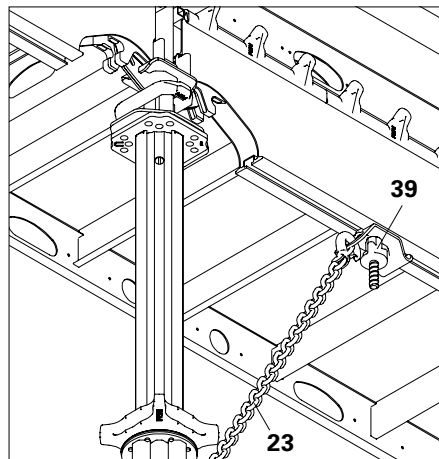

Fig. A7.03
- Na direcção longitudinal, ligar a corrente de ancoragem (23) à olhal de tracção SAO (39). (Fig. A7.03)